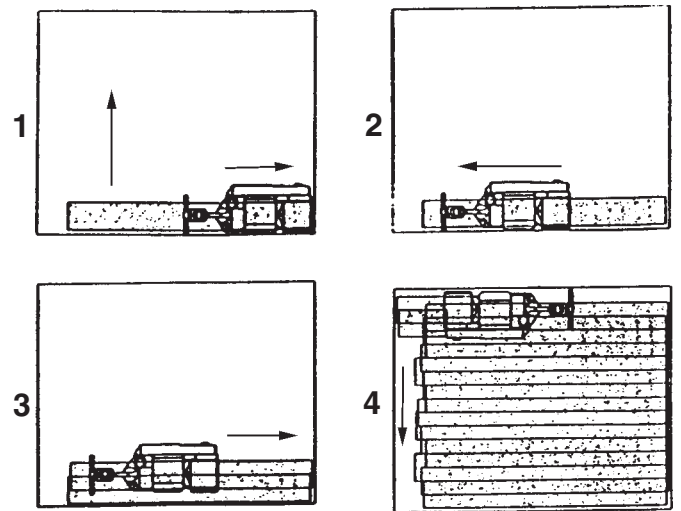

Figura 11
2. Trabaje de derecha a izquierda. Por cada paso hacia delante, mueva la máquina 4" por encima del trayecto que acaba de completar. Retroceda marcha atrás sin solapamiento. Consulte la figura 11
6. Interrumpa gradualmente en el punto de terminación (el extremo de la pasada) elevando el tambor de lijado con la palanca de control. Escalone los puntos de terminación para conseguir una mejor combinación en el momento de ribetear. Consulte la figura 11.
7. Al cambiar el abrasivo, vacíe el contenido de la bolsa de polvo, o al terminar la operación de lijado, presione el interruptor selector a la posición (O) (Apagado). Desconecte la máquina de la fuente de alimentación.